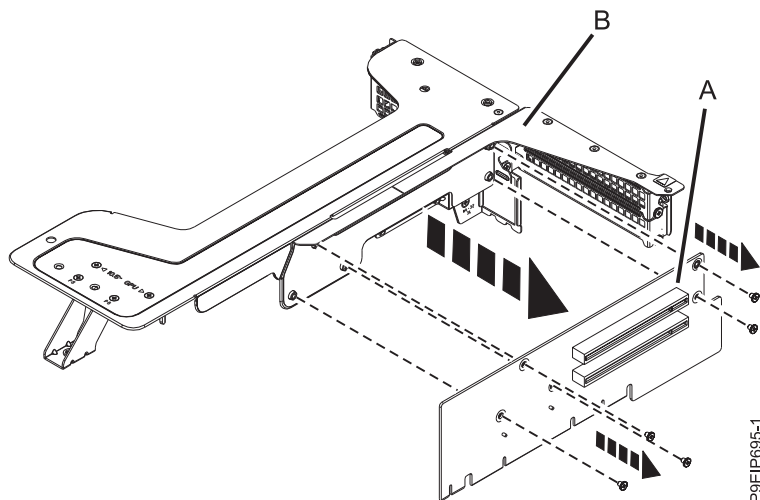

Figura 47. Removendo a placa riser da posição 1
- i. Se a placa riser na posição 1 precisar de substituição, remova-a do suporte do riser. Remova os cinco parafusos que prendem a placa riser (A) ao suporte do riser (B), conforme mostrado na Figura 47.